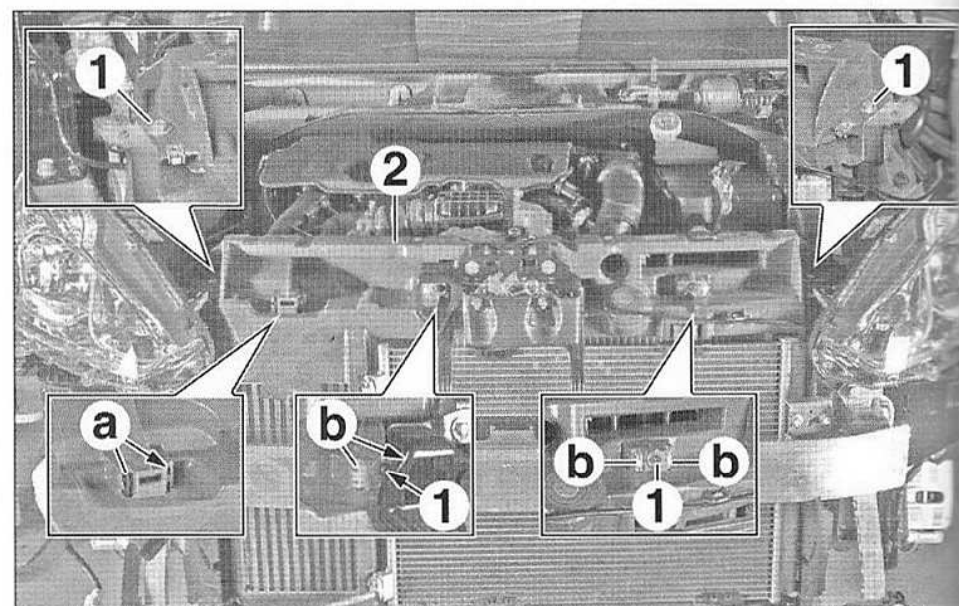

FIG.36
- A l'aide d'une pince, libérer la bride de maintien de l'échangeur air/air en (a) (Fig.36).
- Déposer les vis (1).
- Soulever et dégager la face avant (2) vers l'avant.